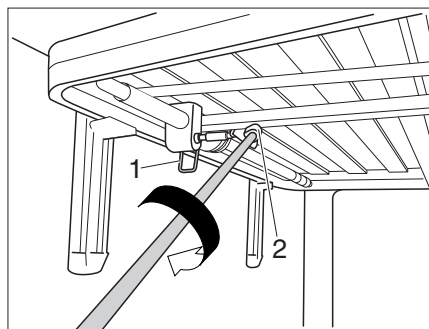

Bild 145 Höjdbar
- Lossa låsspaken (Bild 145,1). Sängen kan nu justeras.
- Skjut in veven i det magnetiska fyrkantiga uttaget (Bild 145,2). Sängens höjd kan nu justeras.
- Dra ut veven ur det fyrkantiga uttaget (Bild 145,2) och förvara det i hållaren.